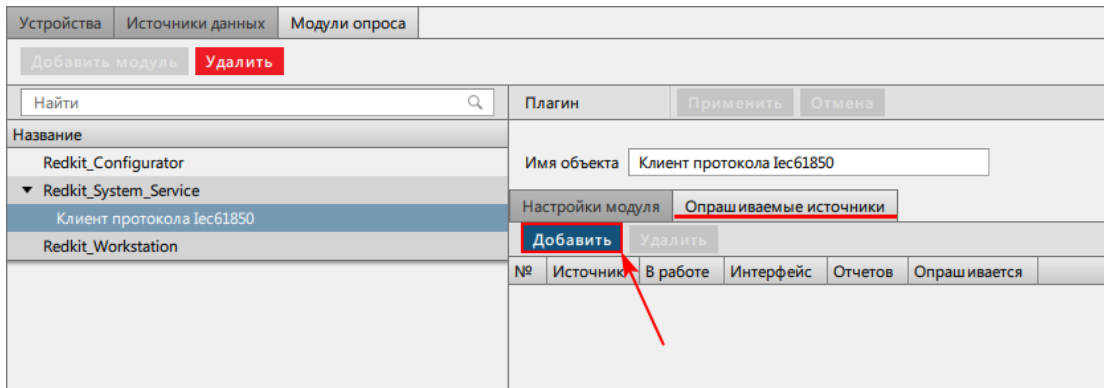

Рисунок 208 - Опрашиваемые источники
15.Внутри модуля на вкладке **Опрашиваемые источники** нажмите **Добавить** (Рисунок 208).